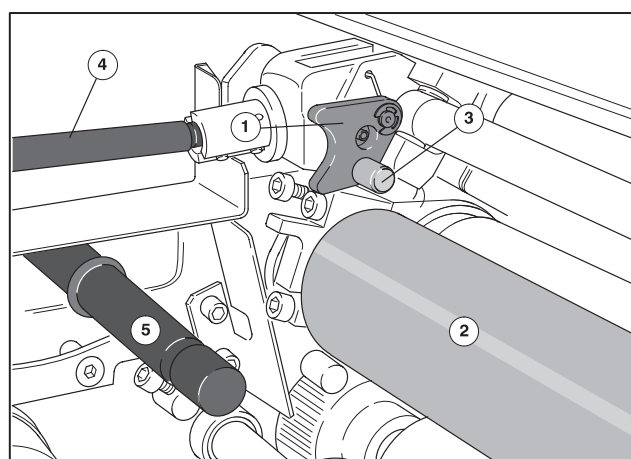

Рис. 13 Соединение аппарата увлажнения с красочным аппаратом
- ❶ Снять емкость для увлажняющего раствора.
- ❷ Установить поворотную ручку для дозировки увлажняющего раствора (Рис. 13/❹) в позицию "5".
- ❸ Открыть защитное ограждение над аппаратом увлажнения.
- ❹ Отсоединить задний край ванны для увлажняющего раствора от обоих боковых болтов (Рис. 13/❺) и вынуть ванну из машины.
- ❺ Рычаги (Рис. 13/❶) одновременно поднять на стороне привода и на стороне обслуживания.
- ❻ Прижать увлажняющий валик (Рис. 13/❷) болтами (Рис. 13/❸) вниз против давления пружины, чтобы соединить увлажняющий аппарат с красочным аппаратом.
- ❼ Закрыть защитное ограждение и запустить машину.